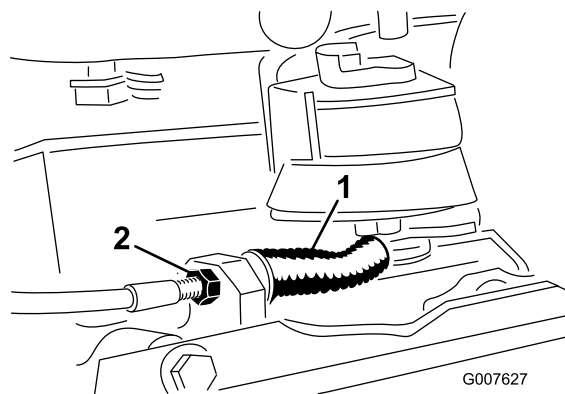

Figura 34
- Per ridurre la tensione del cavo, allentate il controdado del cavo anteriore e serrate il controdado posteriore (Figura 34). All'occorrenza, ripetete i punti 1 e 2.
- Per aumentare la tensione del cavo, serrate il controdado del cavo anteriore e allentate il controdado posteriore (Figura 34). All'occorrenza, ripetete i punti 1 e 2.